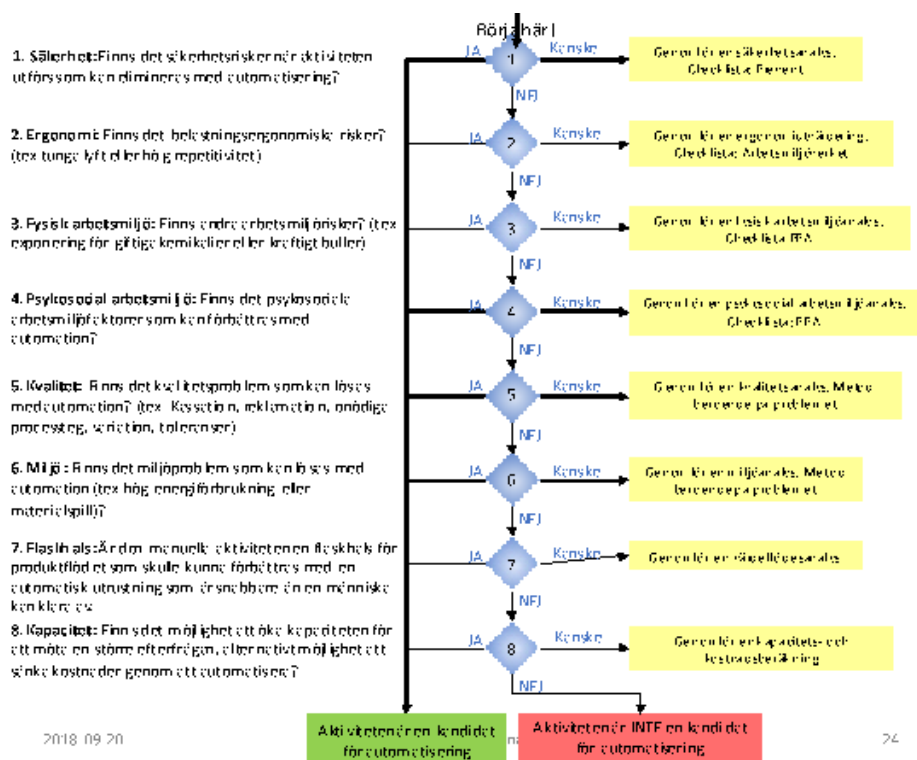

Bild 13. Beslutsmodell: Lämplighet att automatisera en viss aktivitet.
I detta steg arbetas, efter kartläggning och analyser, vidare med en beslutsmodell (bild 13) för att avgöra om kartlagda aktiviteter är lämpliga att automatisera
- Arbetssätt med beslutstabellen i bild 13: